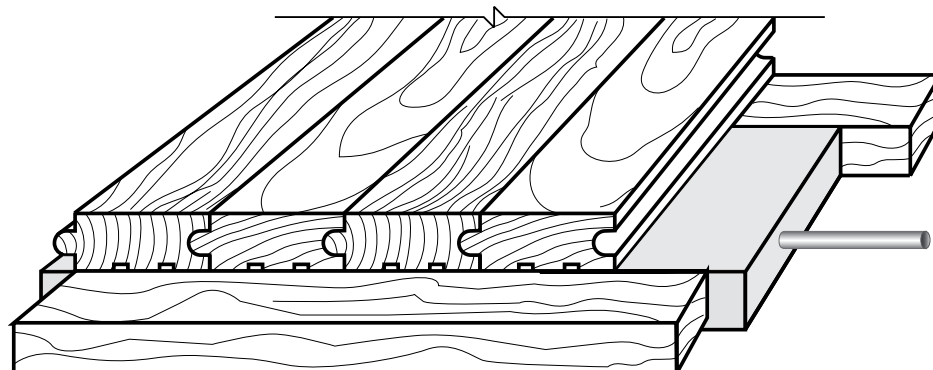

Figure 16-8 : Plancher en bois cloué sur des traverses dans un plancher coulé
**Plancher en bois sur plancher coulé** — Le couvre-lancher en bois est cloué sur des traverses de 51 mm par 51 mm (2" x 2") placées entre les boucles de tuyaux PEX. La sous-couche est coulée par-dessus les traverses, ce qui laisse un fond de clouage exposé afin d'y fixer le plancher en bois. Suivez les recommandations du fabricant de la sous-couche ou du bois pour le scellement du produit avant l'installation (voir la **Figure 16-8**).